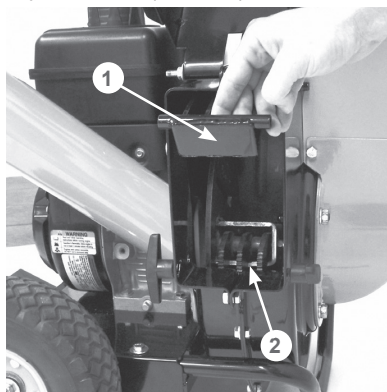

Рис. 19 Поворот решетки разгрузочной трубы вверх
- Поверните решетку 1 разгрузочной трубы вверх (Рис. 19).
- На диске с ножами и фрезами установлены четыре группы зубчатых фрез 2 (Рис. 19). Рукой, проворачивая диск, осмотрите каждую группу фрез. Проверьте надежность крепления фрез и, при необходимости, произведите затяжку болтов крепления. Осмотрите каждую фрезу. Поломка отдельных зубцов фрезы не оказывает сильного влияния на производительность измельчения. Если одна или несколько фрез деформированы или сломаны, то необходимо произвести их замену. В противном случае при работе измельчителя возникает вибрация и снижение качества измельчения.